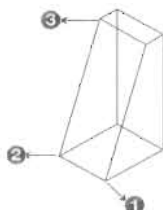

图 15-94
(17) 在命令行中输入 Slice 命令, 将长方体剖切, 如图 15-94 所示, 命令执行过程如下。
指定平面上的第一个点: //捕捉如图 15-94 所示的点 1